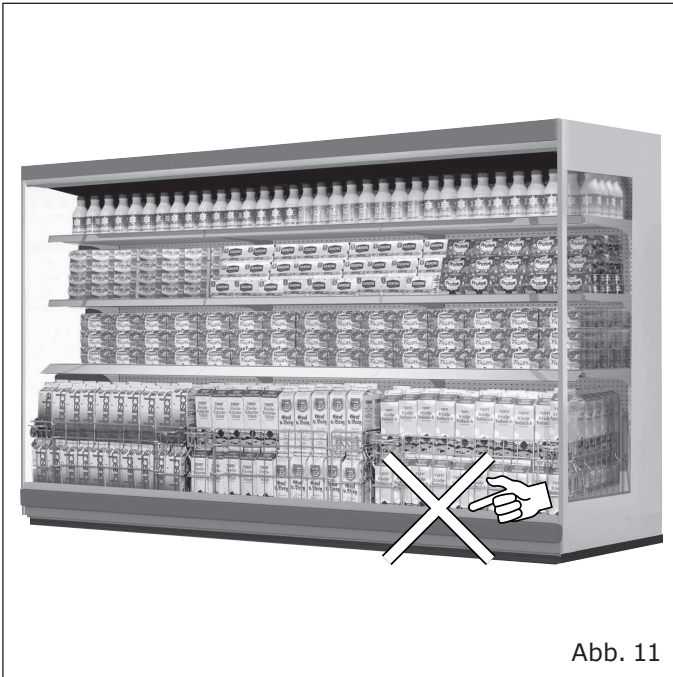

Abb. 11
- Die Waren nicht die Zirkulation der Kaltluft beeinträchtigen ("Abb. 11")